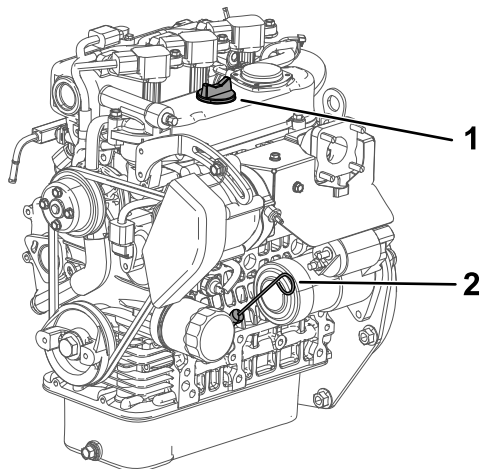

図 15
2. ディップスティックを抜ききれいなウェスで一度拭く【図 15】。
3. ディップスティックを、チューブの根元までもう一度しっかりと差し込む【図 15】。
4. ディップスティックをもう一度抜きとってオイルの量を点検する【図 15】。
5. オイルの量が不足している場合は、補給口のキャップ【図 15】を取り、ディップスティックの FULL マークまで補給する。
6. ディップスティックをしっかりと差し込んで終了【図 15】